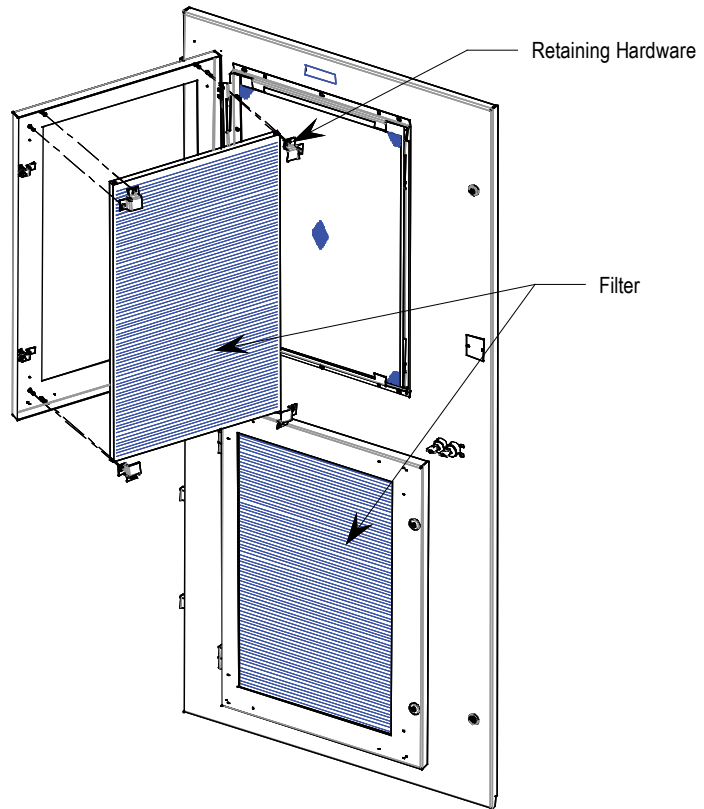

Figura 4.24 – Reemplazo de filtro
**Procedimiento** (vea la Figura 4.24):